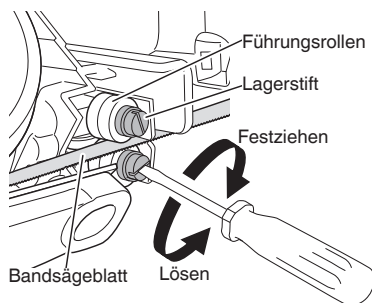

Abb. 16
4. Untersuchung der Bandsägeblatt-Führungsrollenstützen und Einstellung der Abstände (Abb. 16)